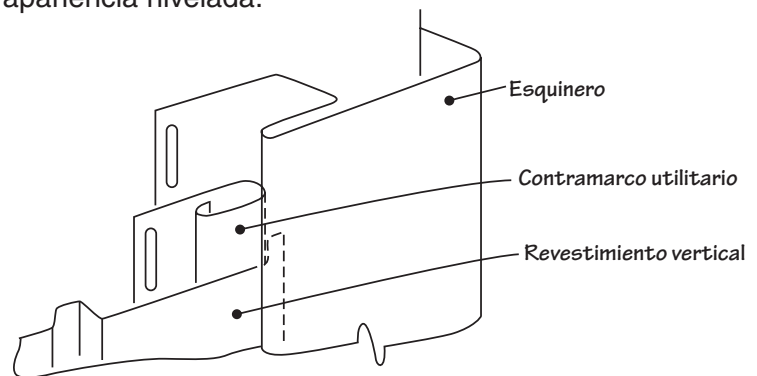

Figura 59.
- El último panel de revestimiento instalado debe ser del mismo ancho que el panel instalado al principio. Dependiendo en donde se corte el revestimiento, puede ser necesario instalar un contramarco utilitario adentro del bolsillo receptor del canal en J, o esquinero, el mismo que recibe el revestimiento vertical (Figura 59). También puede ser necesario nivelar el contramarco utilitario hacia afuera, a un nivel igual a la cara del revestimiento para conservar una apariencia nivelada.